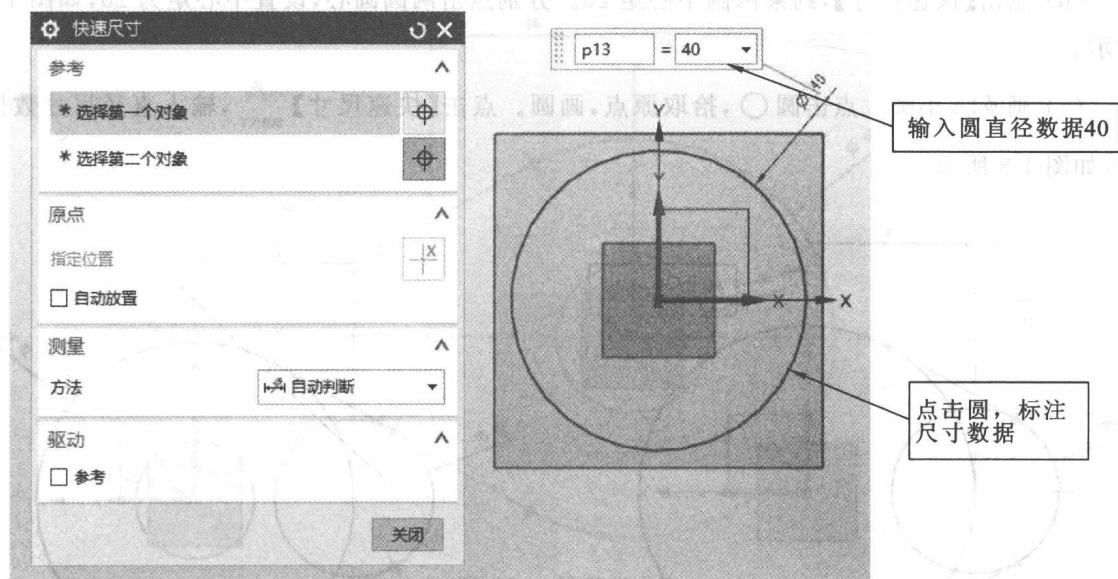

图 1-4 【快速尺寸】对话框
(3) 点击圆 , 鼠标拾取原点, 点击 , 绘制任意尺寸圆, 点击【快速尺寸】, 点击圆, 输入数据 40 (本书单位默认为毫米), 如图 1-4 所示。